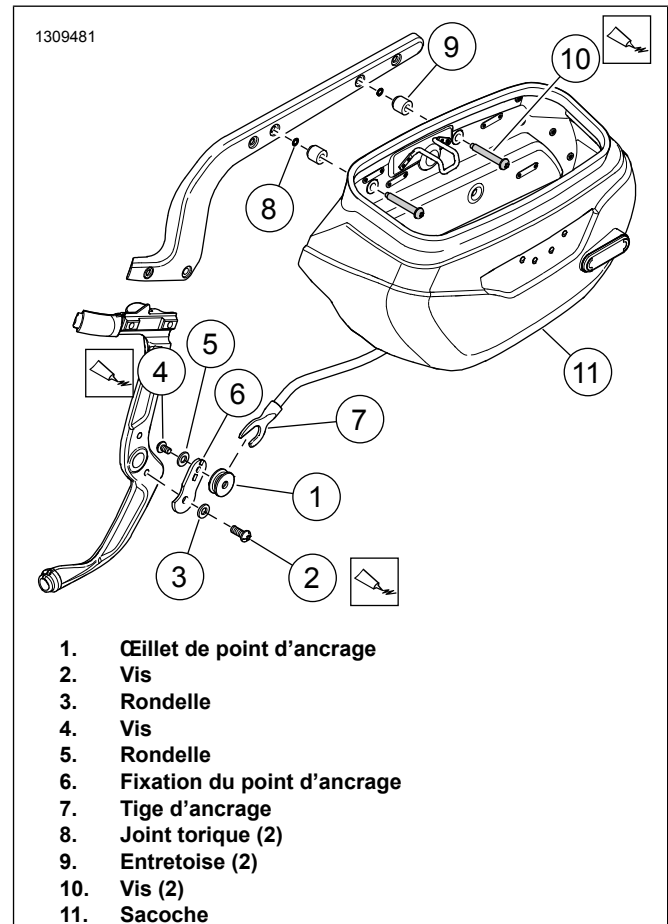

Figure 2. Montage de sacoche (gauche)
1. Consultez Figure 2 . Installez l'œillet du point d'ancrage gauche.
- a. Positionnez le support du point d'ancrage (6) sur le châssis.
- b. Installez la rondelle (3) sur la vis (2).